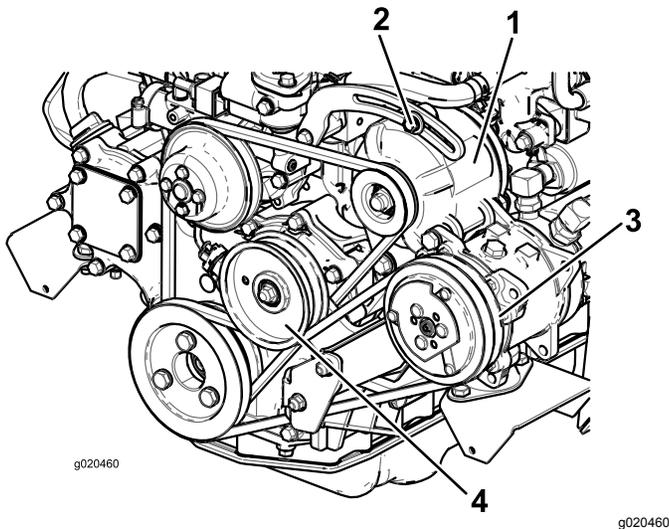

Рисунок 95
Через каждые 100 часов работы проверяйте состояние и натяжение ремня (Рисунок 95).
2. Если прогиб не равен 10 мм, ослабьте болты крепления генератора (Рисунок 95). Увеличьте или уменьшите натяжение ремня и затяните болты. Снова проверьте прогиб ремня, чтобы убедиться в том, что натяжение правильно.
2. Если прогиб не равен 10 мм, ослабьте болт крепления натяжного шкива (Рисунок 95). Увеличьте или уменьшите натяжение ремня компрессора и затяните болт. Снова проверьте прогиб ремня, чтобы убедиться в том, что натяжение правильно.